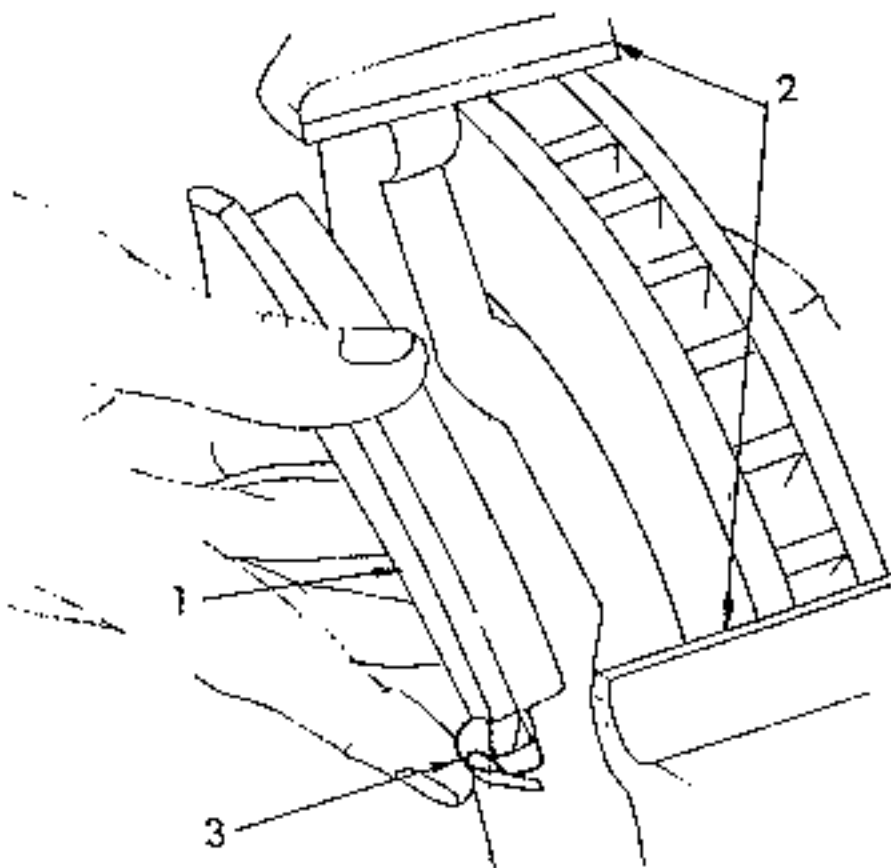

Bild 105
- Inneren Bremsklötze vom Montagerahmen abnehmen (Bild 105), aber dabei auf die Lage der Feder (3) achten, ehe diese vom Bremsklötze abgenommen wird.
Beim Zusammenbau als erstes die Feder, wie in Bild 105 gezeigt, so in den Bremsklötze einsetzen, dass die Rundung nach aussen weist. Bremsklötze in den Montage Rahmen einsetzen, ohne die Feder zu versetzen. Den äusseren Bremsklötze von der anderen Seite auflegen.